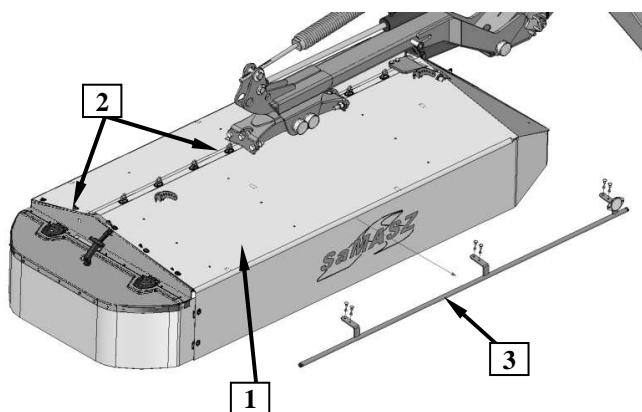

Abb. 10. Montage der Schutztücher
Die Doppelscheibenmäherwerke sind mit Schutztüchern (1) ausgestattet, welche nicht vormontiert, mitgeliefert werden. Um diese korrekt zu montieren, gilt es diese auf das Mähwerk auszubreiten und sie mit Haltern (2) so wie dem vorderen Schutzbügel (3) zu befestigen (**Abb. 10**).